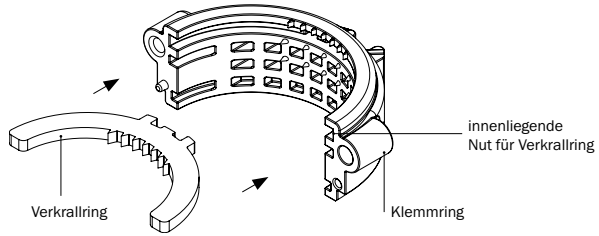

Abbildung 5.4: Verkrallring, 2-teiliger Klemmring
- Jeweils einen Teil des Verkrallrings in die dafür vorgesehene innenliegende Nut des 2-teiligen Klemmrings einlegen (2x) (s. Abbildung 5.4).